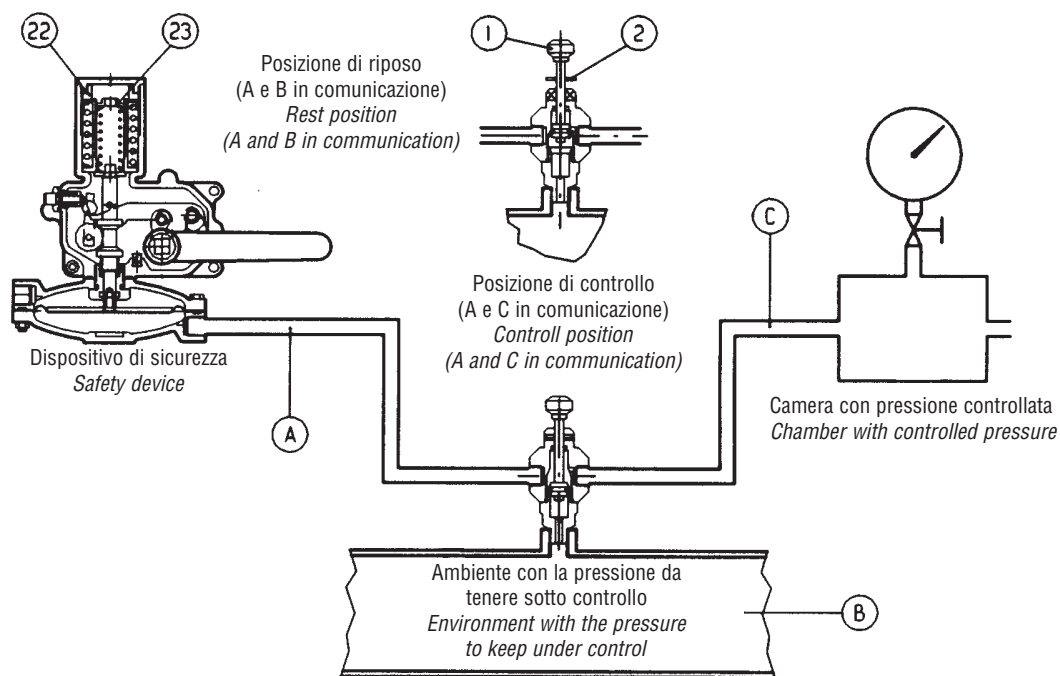

Fig. 20
- A) Per dispositivi di blocco collegati alla tubazione di valle tramite la valvola deviatrice a tre vie "push" 11 procedere nel modo che segue (Fig. 20):
- A) For slam-shuts connected to the downstream piping by a three-way deviator push valve 11, proceed as follows (Fig. 20):